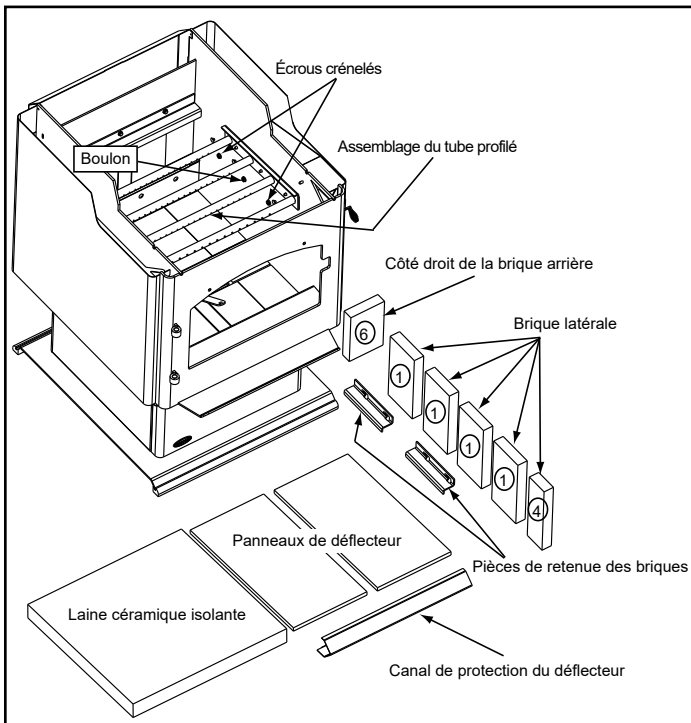

Figure 23.2
3. Enlevez les 3 écrous du canal situés dans la chambre au moyen d'une clé à douilles de 7/16 po (**Figure 23.2**).
4. À l'intérieur de la boîte à feu, retirez les 5 briques du côté droit et la brique arrière droite (**Figure 23.2**).
5. Retirez les 2 retenues de briques en les glissant vers l'arrière, puis vers le haut (**Figure 23.2**).
6. Retirez la rainure de protection du déflecteur en le tournant vers l'avant et hors de la boîte à feu (**Figure 23.2**).
7. Retirez trois boulons de l'intérieur de la boîte à feu (**Figure 23.2**).